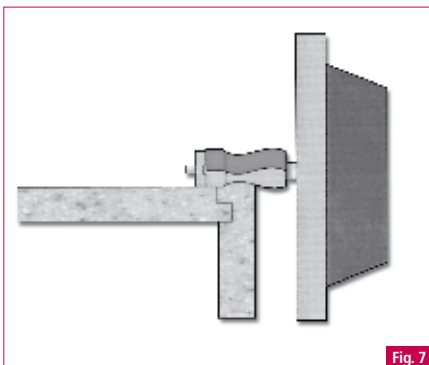

Fig. 7
13.15 Achten Sie darauf, dass der Falz an der Platte und die Nut der Kante weder zu locker noch zu fest ineinander sitzen. (Abb. 7).
13.17 Schneiden Sie die zwei Kanten mittels eines Schwallrandfräasers mit einem Nylonlager, beginnen Sie dabei an der Oberkante. (Abb. 7).